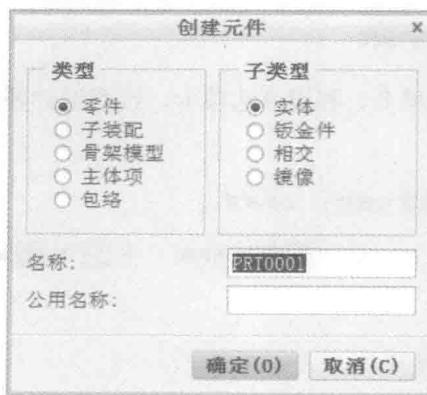

图 1-12 “创建元件”对话框
- 2) 在功能区“模型”选项卡的“元件”组中单击“创建”按钮 ，打开图 1-12 所示的“创建元件”对话框。